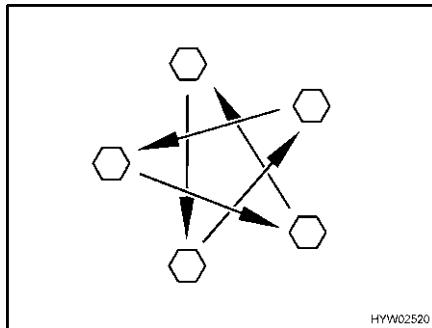

Fig. 127 Serrare a croce i dadi o i bulloni delle ruote
- Controllare regolarmente il serraggio dei dadi o dei bulloni. Regolare a croce (Fig. 127) il serraggio dei dadi o dei bulloni di una ruota sostituita dopo circa 50 km.
- ▷ Serrare a croce i dadi o i bulloni delle ruote (Fig. 127).